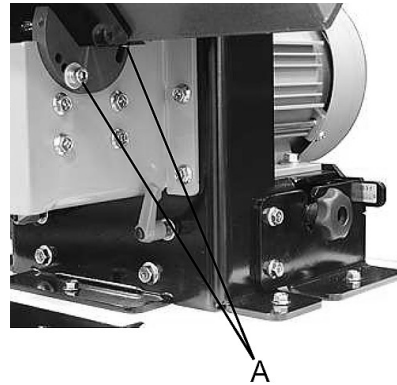

Abb. 12: Arbeitstisch entnehmen
Schritt 2: Lösen und Entfernen Sie die beiden Kopfschrauben (Pos.A, Abb.12) an beiden Enden des Arbeitstisches und entnehmen Sie den Arbeitstisch aus der Halterung.